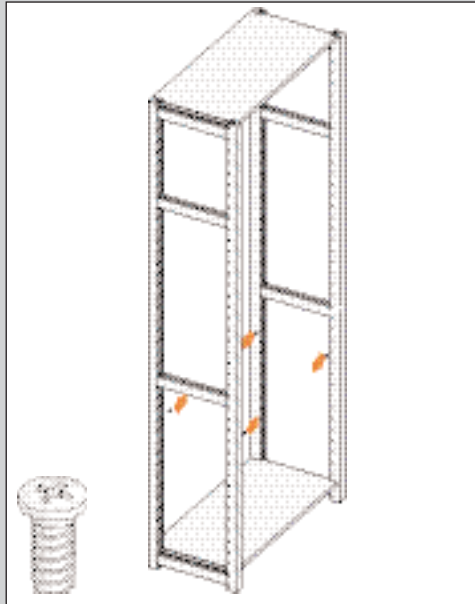

ABBILDUNG 41
1. Setzen Sie die Schrauben in der gewünschten Höhe in die Löcher des Ständers ein, ohne fest anzuziehen (siehe Abb. 41).